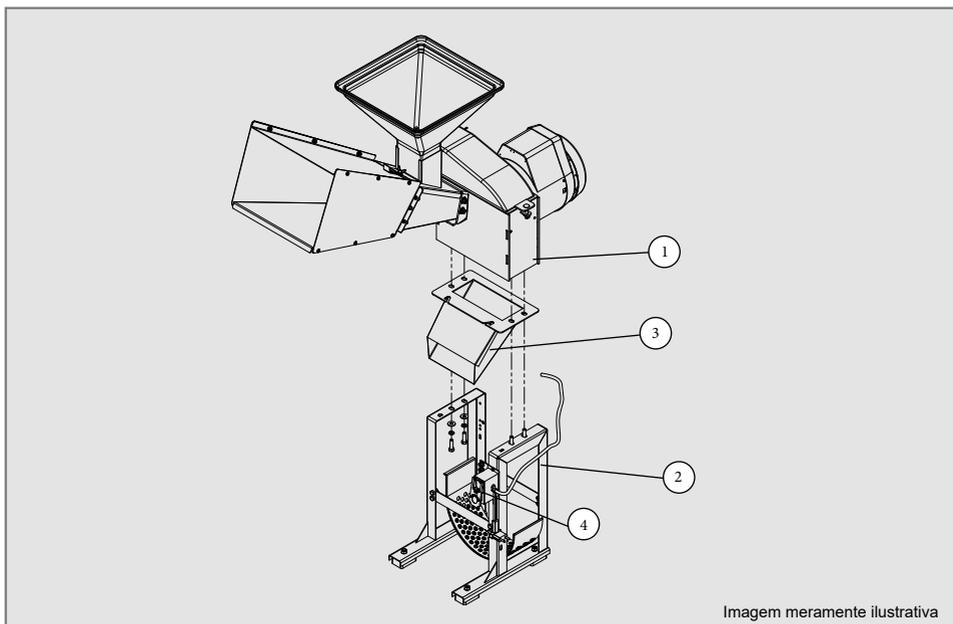

Figura 10
- ✓ Para realizar a montagem do corpo (1) do triturador no cavalete (2) posicione a saída do grão (3) sobre o cavate e utilize os parafusos e arruelas de pressão e lisa para fixar o conjunto, conforme figura 10.
- ✓ Após montar os parafusos, aperte utilizando a chave que acompanha no manual. Em seguida fixe a chave Liga/Desliga (4) no cavalete (2) conforme indicado na figura 10.